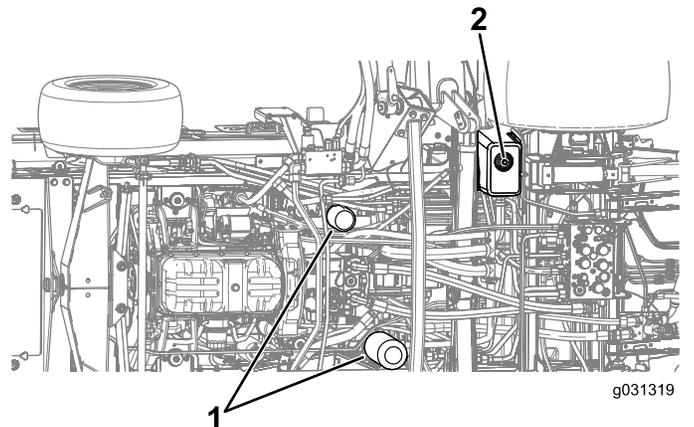

Figura 132
- Retire el tapón de vaciado de la parte inferior del depósito y deje que se drene el fluido hidráulico al recipiente (Figura 132).
3. Coloque un recipiente debajo del filtro y retire el filtro (Figura 132).